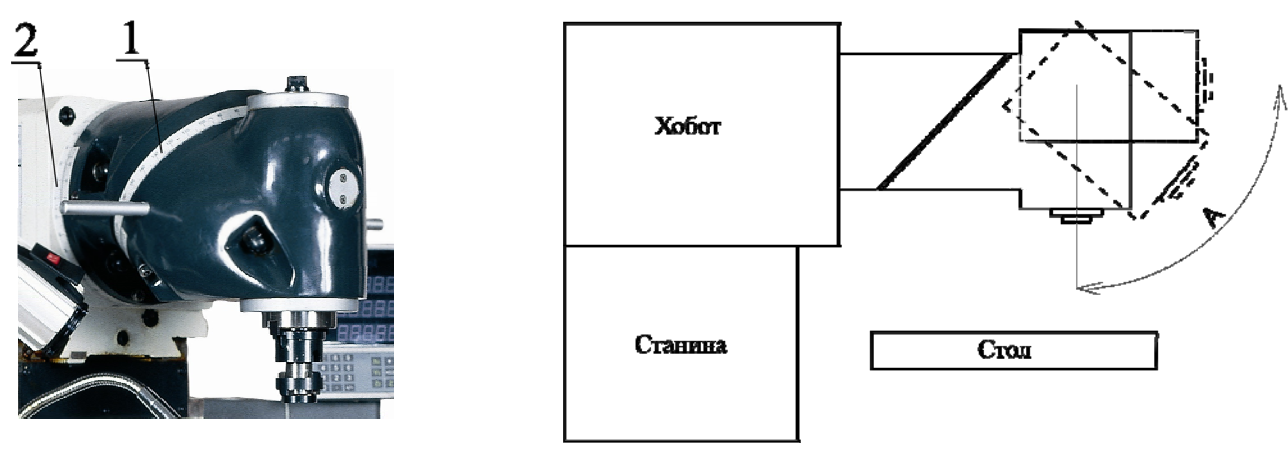

Рисунок 11.
Для установки оси шпинделя на определенный угол (A) необходимо выставить части фрезерной головки по шкале 1 и 2 согласно таблице. Перпендикулярное расположение оси шпинделя к поверхности стола принимается за 0° (см. рис. 11 и таблицу 1).